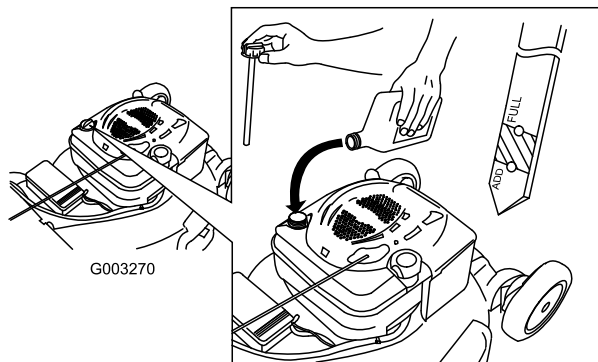

Figura 42
4. Vierta **lentamente** aceite en el tubo de llenado hasta que el nivel llegue a la marca "Full" (lleno) de la varilla (Figura 42). **No llene demasiado.** (Capacidad máxima: 0,59 l (20 onzas), tipo: SAE 30, aceite detergente con clasificación de servicio API SF, SG, SH, SJ, SL o superior.)